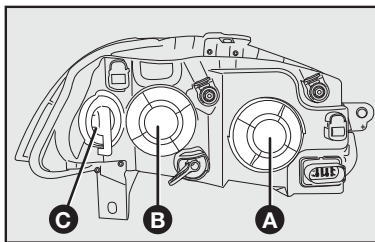

fig. 26
1) Girar a tampa **A-fig. 26** (para trocar a lâmpada do farol baixo) ou a tampa **B-fig. 26** (para trocar a lâmpada do farol alto) no sentido anti-horário e retirá-la:
6) Recolocar a tampa **A-fig. 26** ou **B-fig. 26**, girando-a no sentido horário.
- 2) Girar a tampa porta-lâmpada **C-fig. 26** no sentido horário e retirá-la.
- 4) Substituir a lâmpada e recolocar a tampa **C-fig. 26**, girando-a no sentido anti-horário.
- 1) Girar a tampa **B-fig. 26** no sentido anti-horário e retirá-la;
- 5) Recolocar a tampa **B-fig. 26**, girando-a no sentido horário.